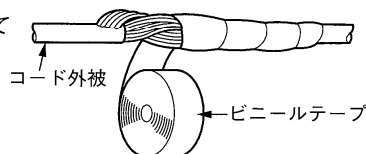

図 28
- 配線コードとコード内の電線には若干の隙間があり、コード接続部や末端の防水処理が不完全ですと、毛細管現象でアクチュエータ端子箱内に水分が浸入して、内部腐食により作動不良を発生させる場合があります。コード接続部・末端部の防水処理を確実に行ってください。(図 28)
- ① 未使用電線の絶縁処理部及びコード電線と中継コードの圧着部の防水処理
- ② 電線コードとコード外被の防水処理
- ③ 圧着した電線を束ねてコード外被からビニールテープを密に巻く